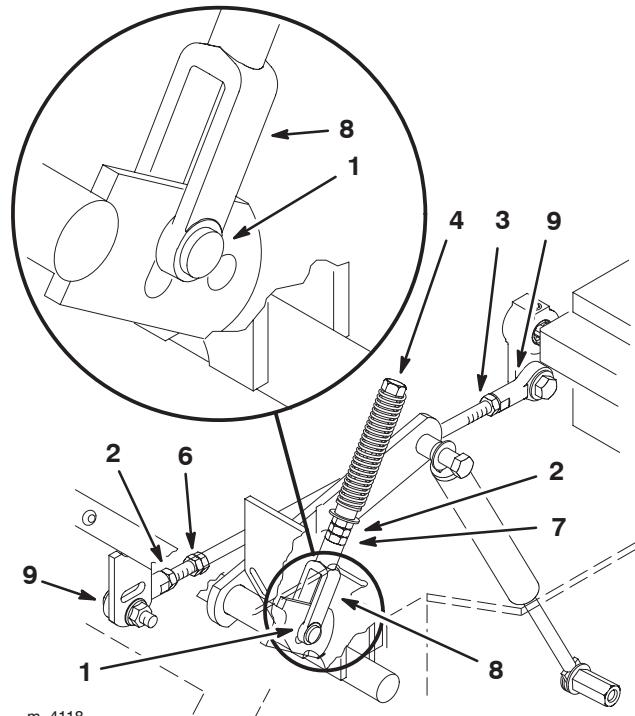

Figure 45
- Tirez ensuite le levier en arrière jusqu'à ce que l'axe de chape (situé sur le bras au-dessous de l'axe de pivot) touche l'extrémité de la fente (c.-à-d. commence juste à appuyer sur le ressort) (Fig. 45).
- Si un réglage s'impose, desserrez l'écrou et l'écrou de blocage vissés contre la chape (Fig. 45).
- Serrez l'écrou et l'écrou de blocage (Fig. 45).
- Desserrez les contre-écrous sur les rotules de la tige de commande de la pompe (Fig. 45).
- Réglez la longueur de la tige de pompe en tournant les doubles écrous dans le sens voulu, jusqu'à ce que la roue soit immobilisée ou tourne légèrement en marche arrière (Fig. 45).
- Serrez les écrous contre les rotules (Fig. 45).